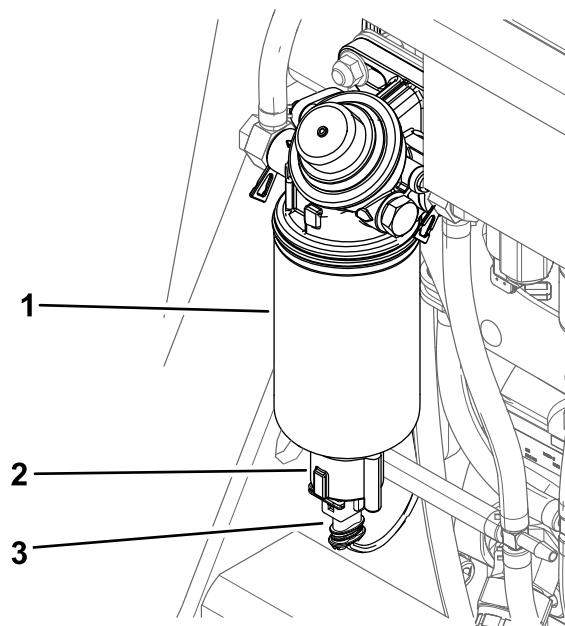

Рисунок 56
6. Отсоедините жгут проводов от водоотделителя (Рисунок 56).
7. Отверните переключатель с нижней части корпуса топливного фильтра и дайте стечь воде (Рисунок 56).
8. Установите переключатель (Рисунок 56).
9. Подсоедините жгут проводов к переключателю (Рисунок 56).
6. Отверните переключатель и слейте воду из водоотделителя (Рисунок 56).